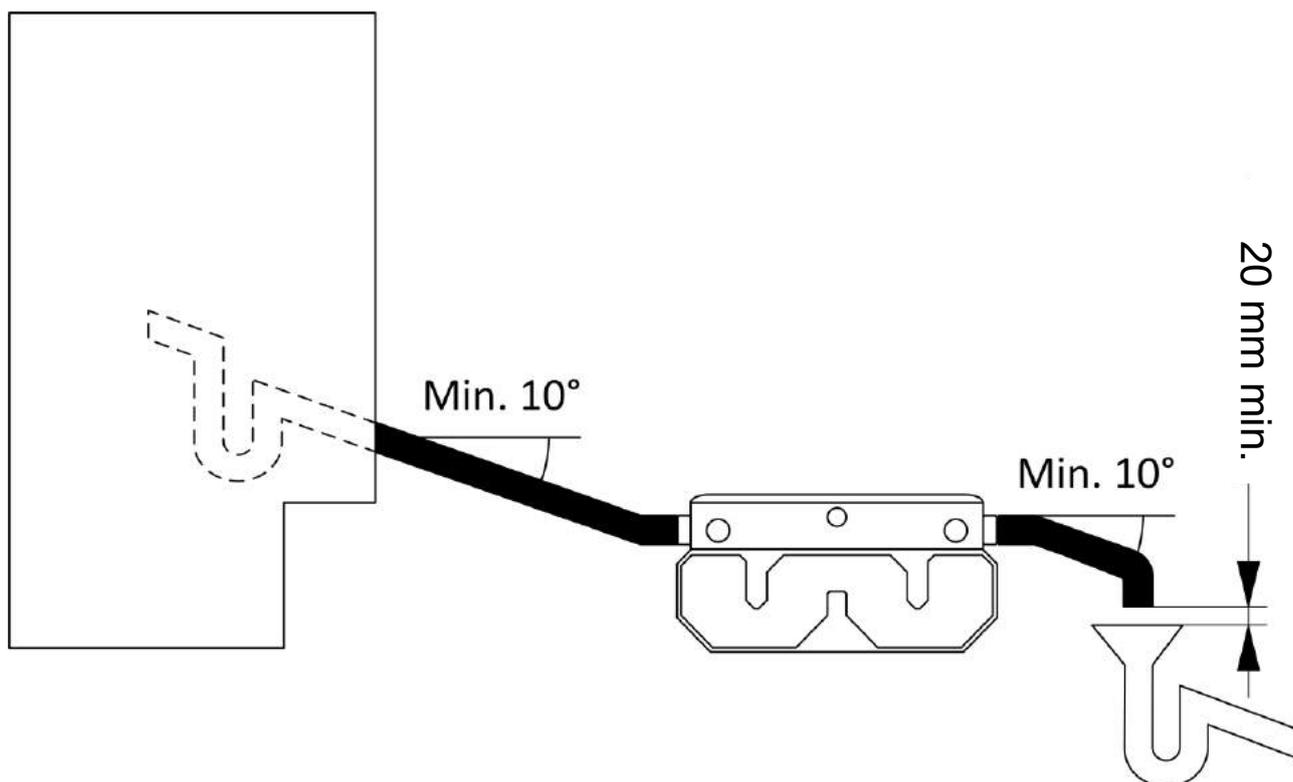
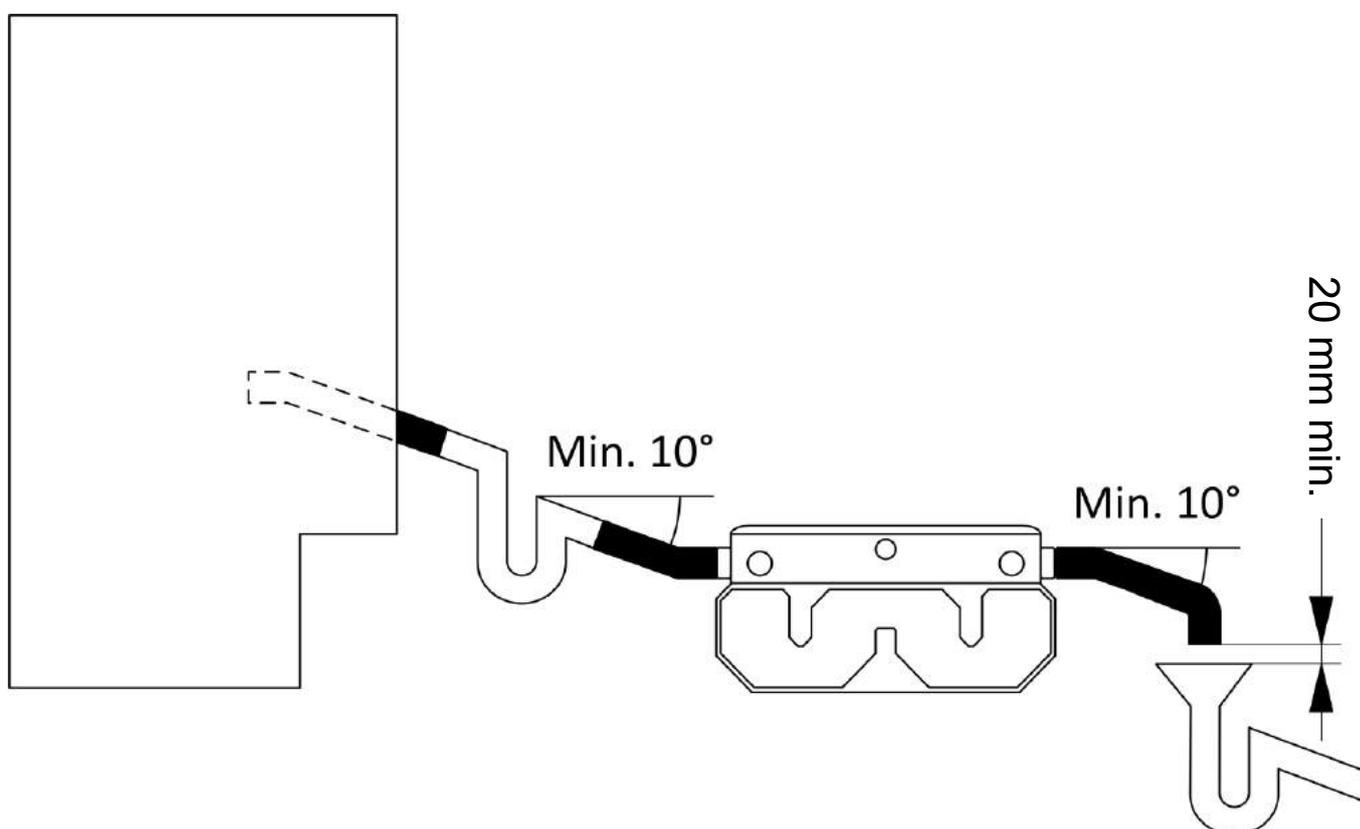

Figure 2 : Montage de l'unité Purecondens[®] avec arrivée de condensat munie d'un siphon menant au générateur de chaleur
Figure 3 : Montage de l'unité Purecondens[®] avec arrivée de condensat munie d'un siphon
Les caractéristiques techniques du dispositif de neutralisation (voir chapitre 7), les mesures de protection (voir chapitre 0), les conditions de rejet selon la fiche de travail DWA-A 251, ainsi que les prescriptions locales et générales doivent être respectées. La figure 2 et la figure 3 montrent comment l'unité Purecondens® est montée.
3. Raccorder l'unité Purecondens® conformément à la figure 2 ou la figure 3.
- 3.4. Si dans / sur le générateur de chaleur / l'échangeur thermique d'évacuation / le système d'évacuation, aucun siphon n'est présent, le flexible d'entrée doit être muni d'un siphon (voir figure 3).